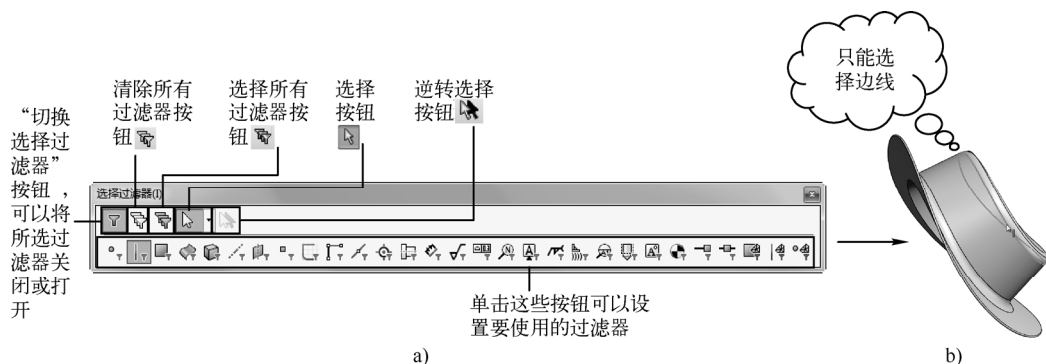

图 1-47 使用选择过滤器选择对象的操作
8) 选择过滤器：使用选择过滤器可以选择模型中的特定项，例如，可设置只能选取边线，如图 1-47 所示。可按〈F5〉键打开“选择过滤器”工具栏。“选择过滤器”工具栏中各个按钮的作用如图 1-47a 所示。